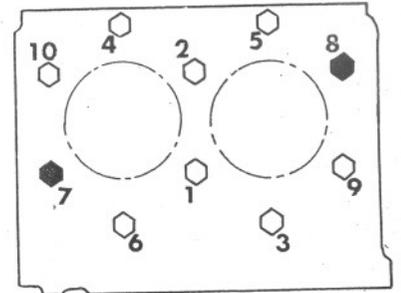
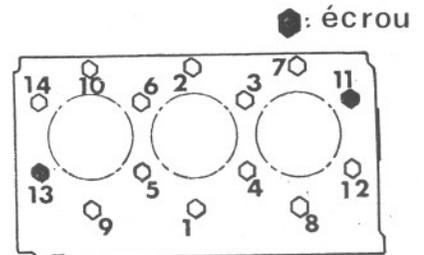

Fig.1
Fig.2
- Ordre chronologique de serrage : voir fig. 1 pour 2,60 fig. 2 pour 3,90